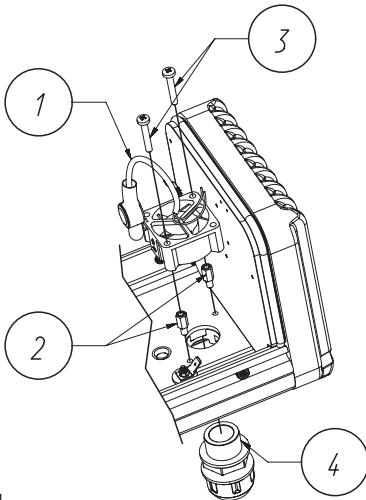

Abb. 1
- Den Stahlverschluß Pg 16 aus dem Gehäuseboden schrauben und den Luftfilter (4) einschrauben, der dem Bausatz beiliegt (Abb. 1)
- Schrauben Sie die Turm-Distanzstücke (2) in die Gewindelöcher im Gehäuseboden und fixieren Sie das Ventilator-kabel plus Thermostat (1) mit den Befestigungsschrauben (3) (Abb. 1).